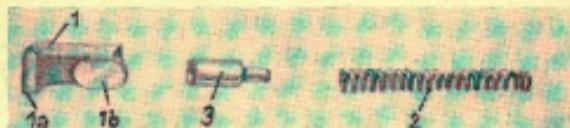

Abb. 6 Auszieher
**Der Auszieher** (Abb. 6) zieht die Hülse (Patrone) aus dem Patronenlager. Er wird in Auszieher 1, Auszieherfeder 2 und Federwiderlager 3 unterteilt.